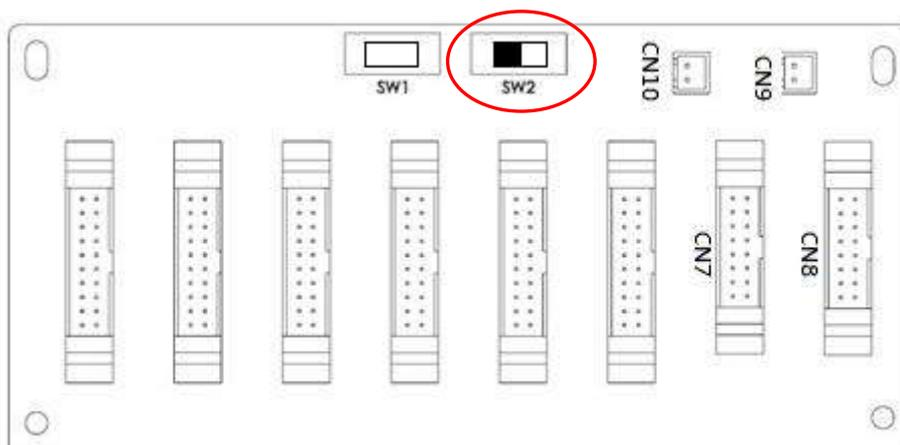

Figure 9-3 : Au niveau de l'onduleur 2, microcommutateur SW2 déplacé à gauche
1. Pour la ou les carte(s) de l'onduleur 2, le microcommutateur SW2 doit être déplacé à gauche. Veuillez vous reporter à la figure 9-3 ci-dessous.